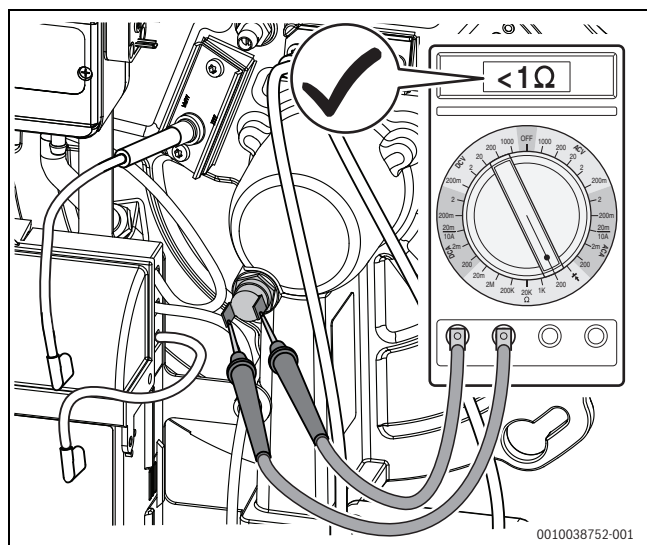

Bild 54 Elektrischen Widerstand an den Kontakten des Temperaturwächters messen (Temperaturwächter in Ordnung)
- Elektrischen Widerstand an den Kontakten des Temperaturwächters messen (→ Bild 54).